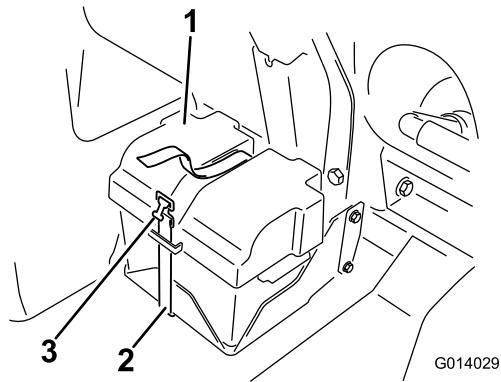

Figura 32
1. Retire la tapa de la batería (Figura 32).